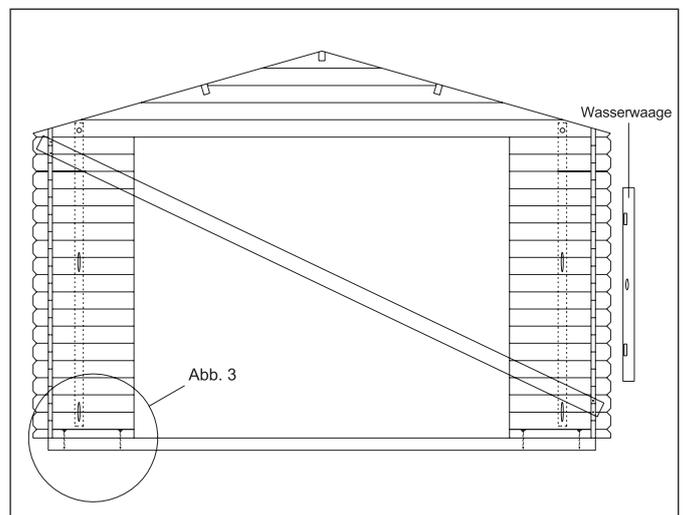
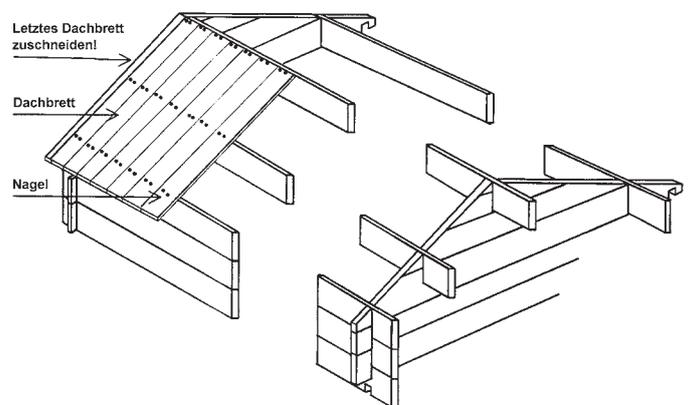
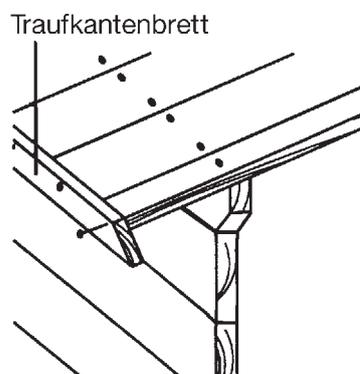

Abbildung 9
Abbildung 10
Abbildung 11
9) Vor dem Verlegen der Dachbretter ist darauf zu achten, dass das Haus hundertprozentig in Waage steht. Überprüfen Sie mittels einer Wasserwaage alle 4 Seitenwände. Da das Haus ohne Dacheindeckung noch sehr instabil ist, können Sie durch seitliches abstützen und anbringen einer Querstrebe in der Front (**Abb. 9**) das Haus entsprechend ausrichten. Für die Dacheindeckung die Dachbretter mit dem Profil nach innen verwenden. Beginnen Sie mit 2 Dachbrettern an der Frontseite, wobei die Nut nach außen zeigt. Es folgen dann die weiteren Dachbretter, flächig verlegt (**Abb. 10**). Achten Sie beim gesamtem Dach auf absolute Parallelität der Traufkanten bei gleichbleibendem Überstand und gleichmäßiger Auflage auf der Firstpfette. Dieses prüfen Sie bitte mit einer Schnur oder dem seitlichen Traufenbrett, welches Sie zur Kontrolle anlegen. Alle Dachbretter müssen an Wänden/ Giebel und Firstpfette gut vernagelt werden. Auch hier schlagen Sie pro Dachbrett zwei Nägel schräg in die Wandbohle bzw. Pfetten. Befestigen Sie die Dachbretter auf dem Giebedreieck zusätzlich mit je 2 - 3 Schrauben (**Abb. 11**). Eventuell auftretende Luftspalten zwischen dem Giebedreieck und dem Dachbrett können Sie durch das Eindrehen von Schrauben, von oben durch das Dachbrett in den Giebel, beheben.
Das jeweils letzte Dachbrett passen Sie dem Dachüberstand an. **Siehe Abbildung 10.**
10) Befestigen Sie nun die **Traufkantenbretter** mit der Oberkante bündig zur Dachfläche (**Abb. 11**). Es folgt die Eindeckung mit **Dachpappe bzw. Dachschindeln**. Beachten Sie hierbei bitte einen Überstand von ca. 2 cm als Tropfkante am seitlichen Traufenabschluß. Verlegung der Dachschindeln siehe separate Beschreibung.